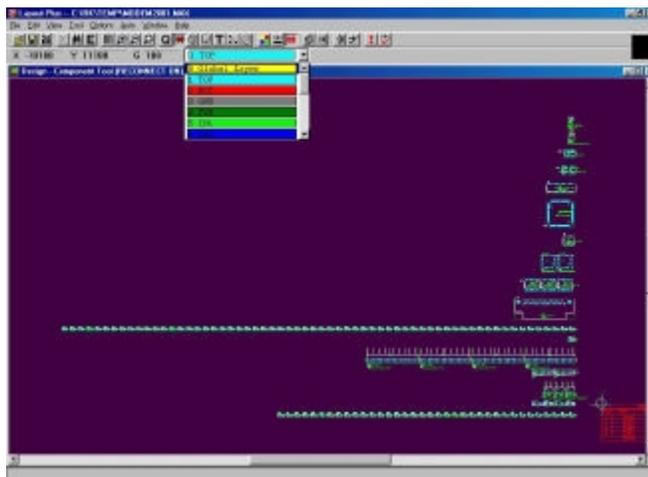

Figura 4.19 Selección del Layer.
- 1 Seleccione *Global Layer* como capa activa (figura 4.19)